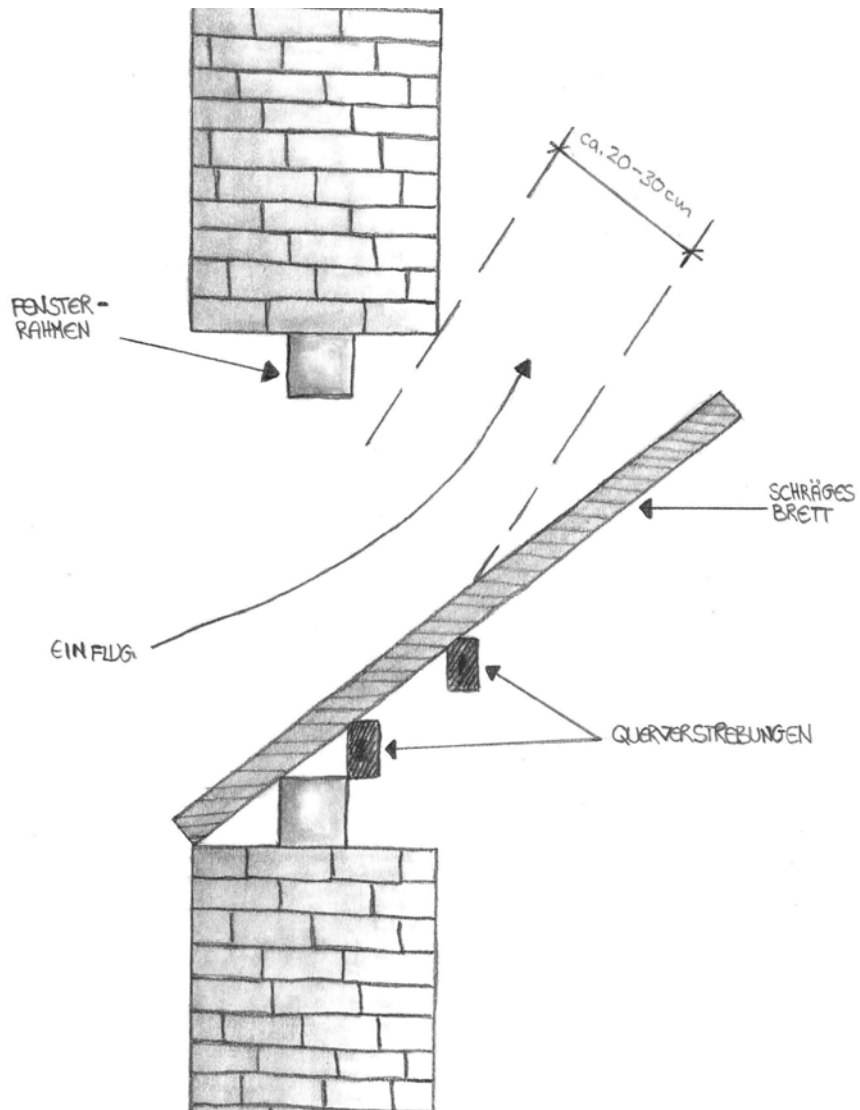

Abb. 4: Oben: Konstruktionszeichnung eines in ein Fenster eingepassten, schrägen Brettes, das Fledermäusen den Einflug gestattet. Unten: Praxisbeispiel:
- Eine schräge Platte (Brett) so in das Fenster einbauen, das ein nach oben gerichteter Einflug entsteht, der nur von Fledermäusen genutzt werden kann (Abb. 4).